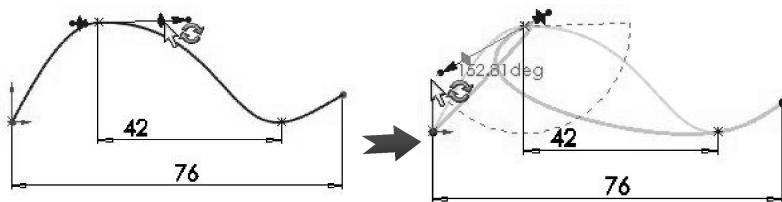

图 2-163 无效草图曲线
- 无效：表示无效的草图曲线，生成草图而在其当前状态中无解，在图形区域中以黄色出现，如图 2-163 所示。